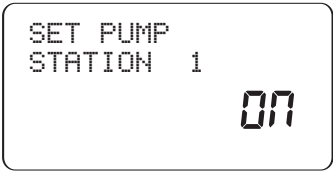

Abbildung 21: Anzeige – Pumpenstart bei Station 1 aktiviert
2. Taste **RAIN DELAY** (Bewässerungspause) einmal drücken. [Siehe Abbildung 21]